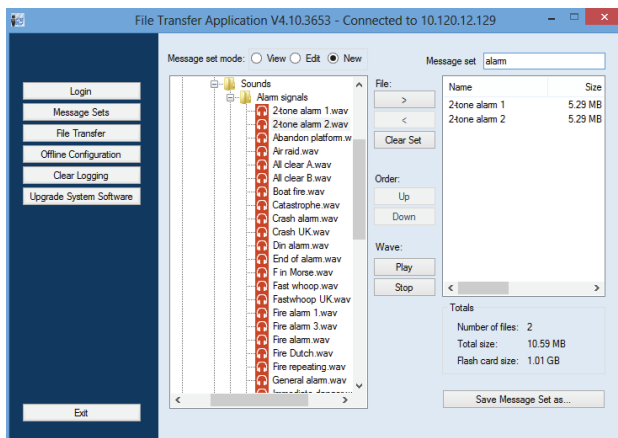

figura 45.9: Creación de un conjunto de mensajes
- En la *File Transfer Application* haga clic en el botón *Message Sets*. Se mostrará una pantalla similar a la indicada en figura 45.9.